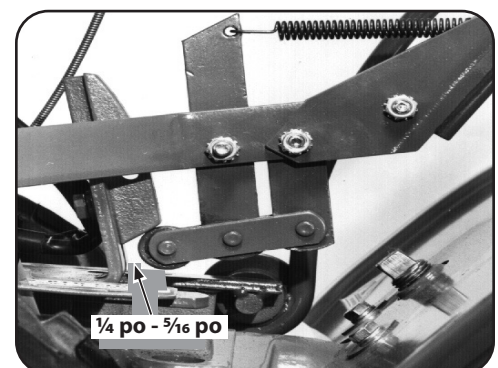

Figure 5-13
2. Placez le levier d'entraînement de la PDF des dents et des roues à la position MARCHE AVANT. Le rouleau d'embrayage au bas du levier doit être se trouver sous le bloc de réglage de la courroie. Voir Figure 5-13. Ne laissez pas le rouleau d'embrayage de se déplacer lors des prochaines étapes. S'il se déplace, vous obtiendrez une lecture erronée de la tension de la courroie.
3. La tension de la courroie est correcte s'il y a un espace de 1/4 po à 5/16 po entre le devant du rouleau d'embrayage et le devant du support vertical qui tient le bloc de réglage en place. Voir Figure 5-13. Pour mesurer cette distance :